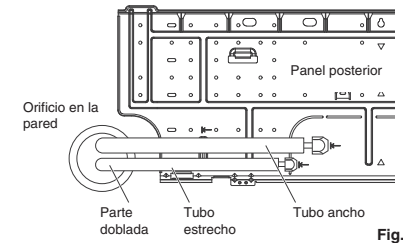

Fig. 3-98
- (1) Introduzca el tubo y la manguera de drenaje en la pared, dejando una longitud suficiente para la conexión. A continuación, doble el tubo con un doblador de tubos para realizar la conexión. (Fig. 3-98)
- (2) Cambie la manguera y la tapa de drenaje.